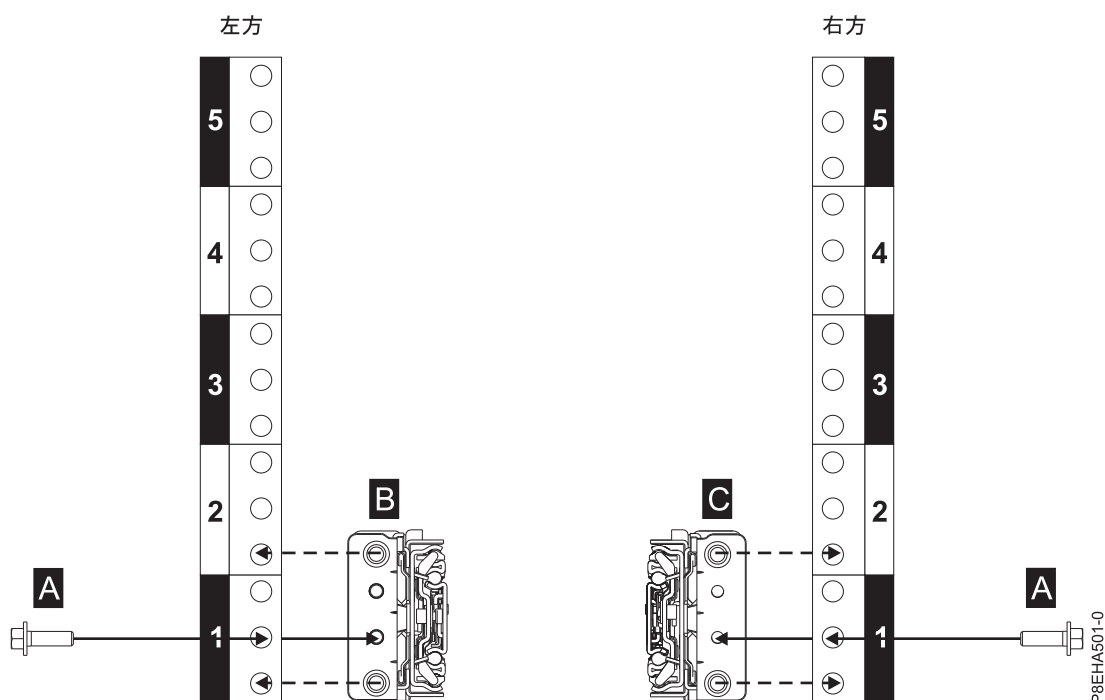

図 5. ラックの背面でのスライド・レールの取り付け
12. 図 5 に示すように、左スライド・レール (B) と右スライド・レール (C) を M5x16mm ねじ (A) で固定します。各ねじを、最下段の EIA ラック単位の中央の穴にある、ねじ山付きスライド・フランジ穴に差し込んで、締めます。